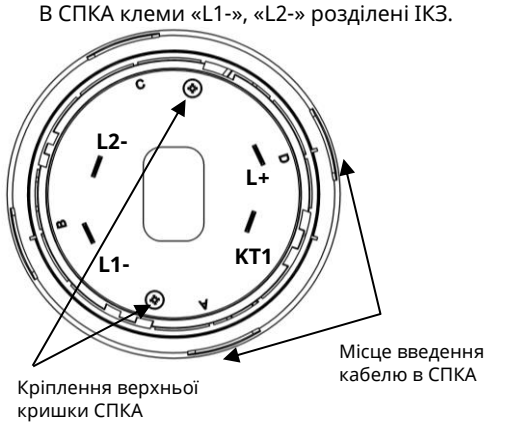

Рисунок 3.1 – Вигляд СПКА зі сторони контактів
- викрутити 2 шурупи з боку контактів на корпусі сповіщувача (Рис. 3.1) і, утримуючи викруткою фіксатор термістора, зняти верхню кришку, зняти фіксатор термістора;
4.3 Для випадків, коли кабель всередину бази заводять збоку, в самій базі та в кришці СПКА передбачені вікна, за потреби в яких вирізають отвори. Ці вікна промарковані літерами «А», «В», «С», «D» (Рис. 3.1, Рис. 4.1).